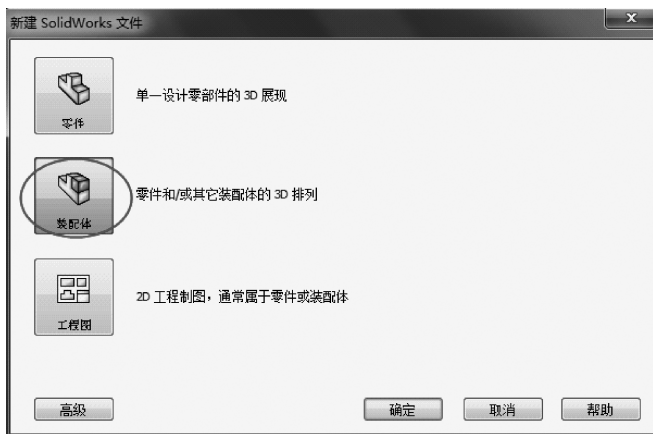

图 13-2 新建装配体窗体
1) 启动中文版 SolidWorks 2012，单击【标准】工具栏中的（新建）按钮，弹出【新建 SolidWorks 文件】对话框，单击【装配体】按钮，如图 13-2 所示，单击【确定】按钮。